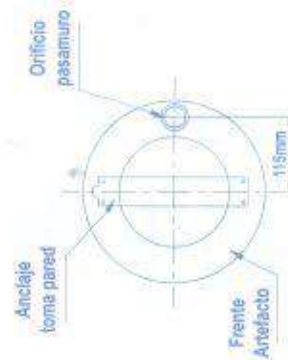

Fig. 2 - Trazado del orificio y toma pared
- La placa toma pared podrá sujetarse con tarugos plásticos con tornillos de bronce o de acero inoxidable sobre la terminación del revoque fino o revestimiento, respetando la traza de la Fig. 2.